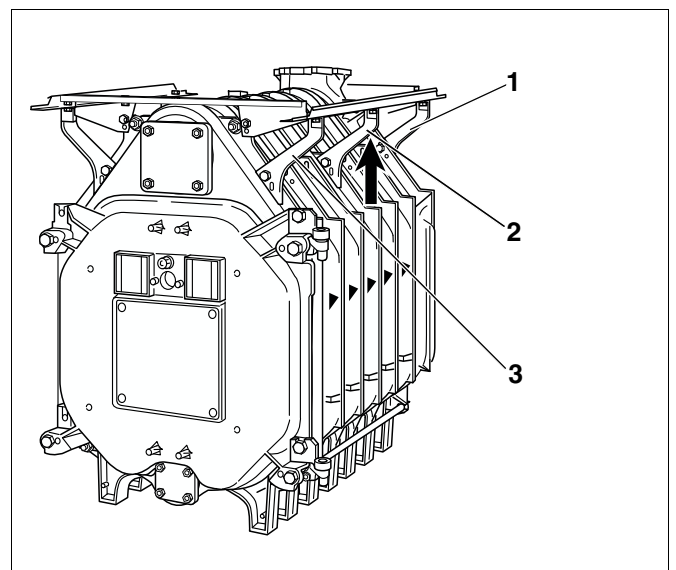

Рис. 40 Выверка продольных планок
- Выровнять продольные планки и консоли на передней и задней секциях и затянуть болты их крепления (рис. 40, **поз. 1** и **3**).
- Средние кронштейны (рис. 40, **поз. 2**) подтянуть снизу к продольным планкам и затянуть болты крепления к котловому блоку.